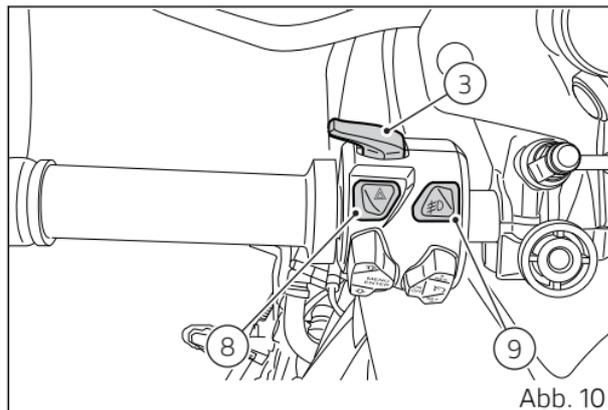

Abb. 10
3) LICHTHUPENTASTE / FERNLICHT „FLASH“ (Abb. 10)